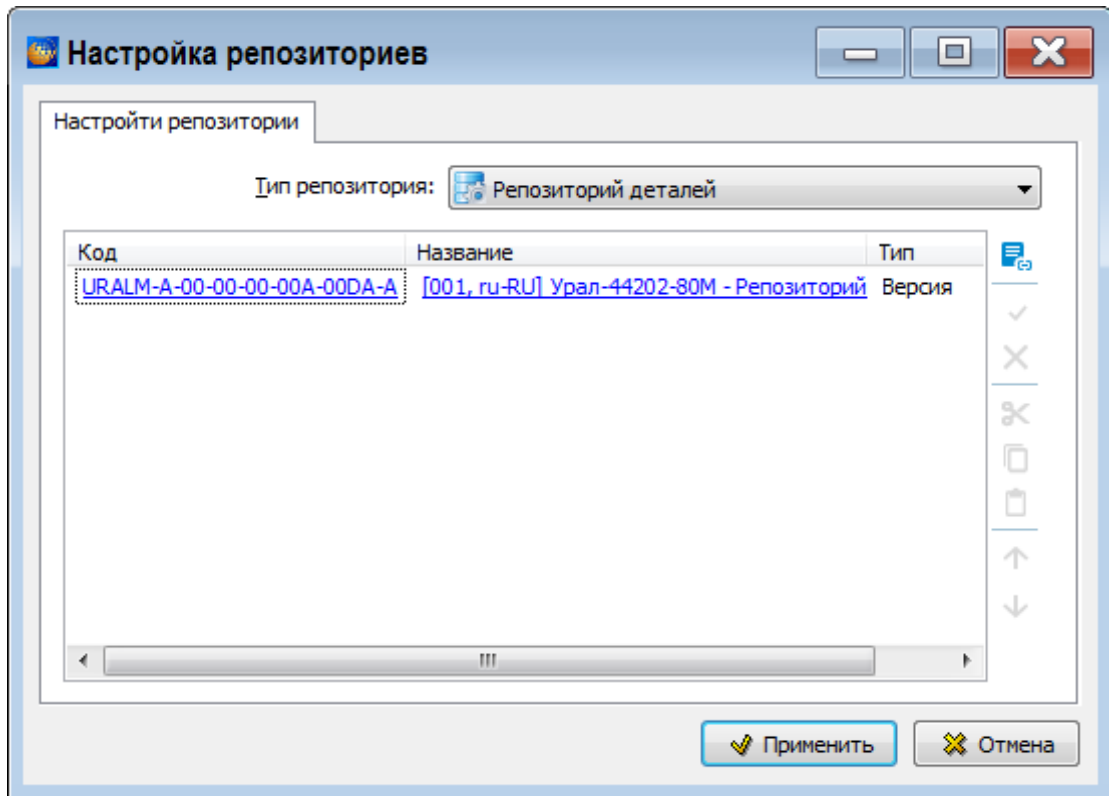

Рисунок 175
4) Нажмите на кнопку **Установить ссылку**. Произойдет возврат в окно **Настройка репозитория** (рисунок 175).